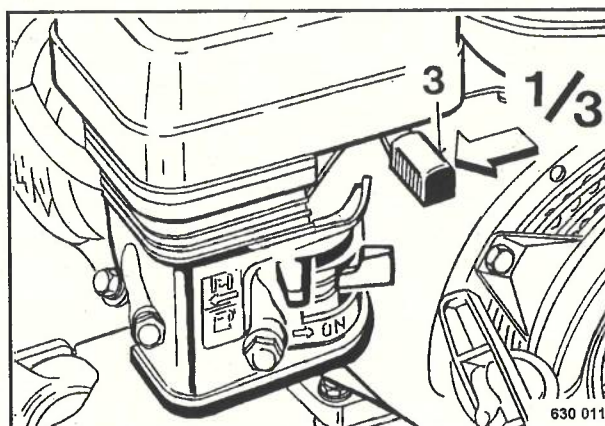

Fig. 2
- Colocar la palanca de aceleración 3 (Fig. 2) a 1/3 de posición de aceleración.